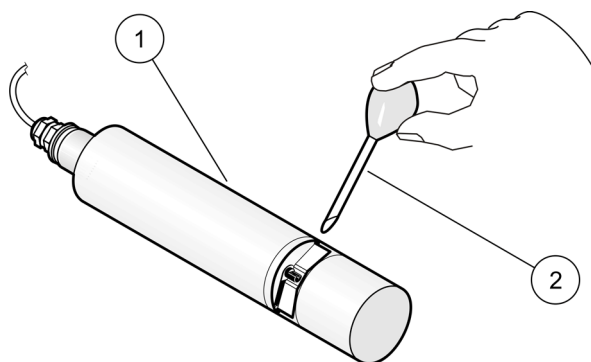

Figure 9 Vérification de l'étalonnage (version bassin)
9. **Version bassin** : retirez le capteur du bassin, rincez le trajet de mesure à l'eau et remplissez-la de solution étalon avec la pipette (voir la Figure 9, page 27).